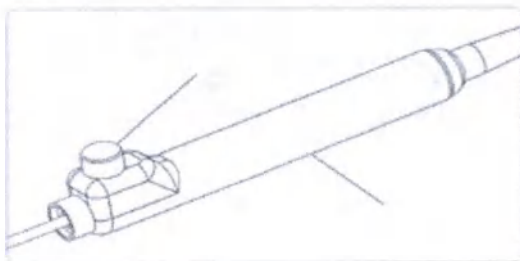

Рисунок 3. Хирургический клей, покрывающий заглушку уплотнителя перегородки.
10. Если адаптер Precision M8 будет имплантироваться, нанесите хирургический клей для покрытия и запечатывания верхней части отверстия для стопорного винта (Рисунок 3).